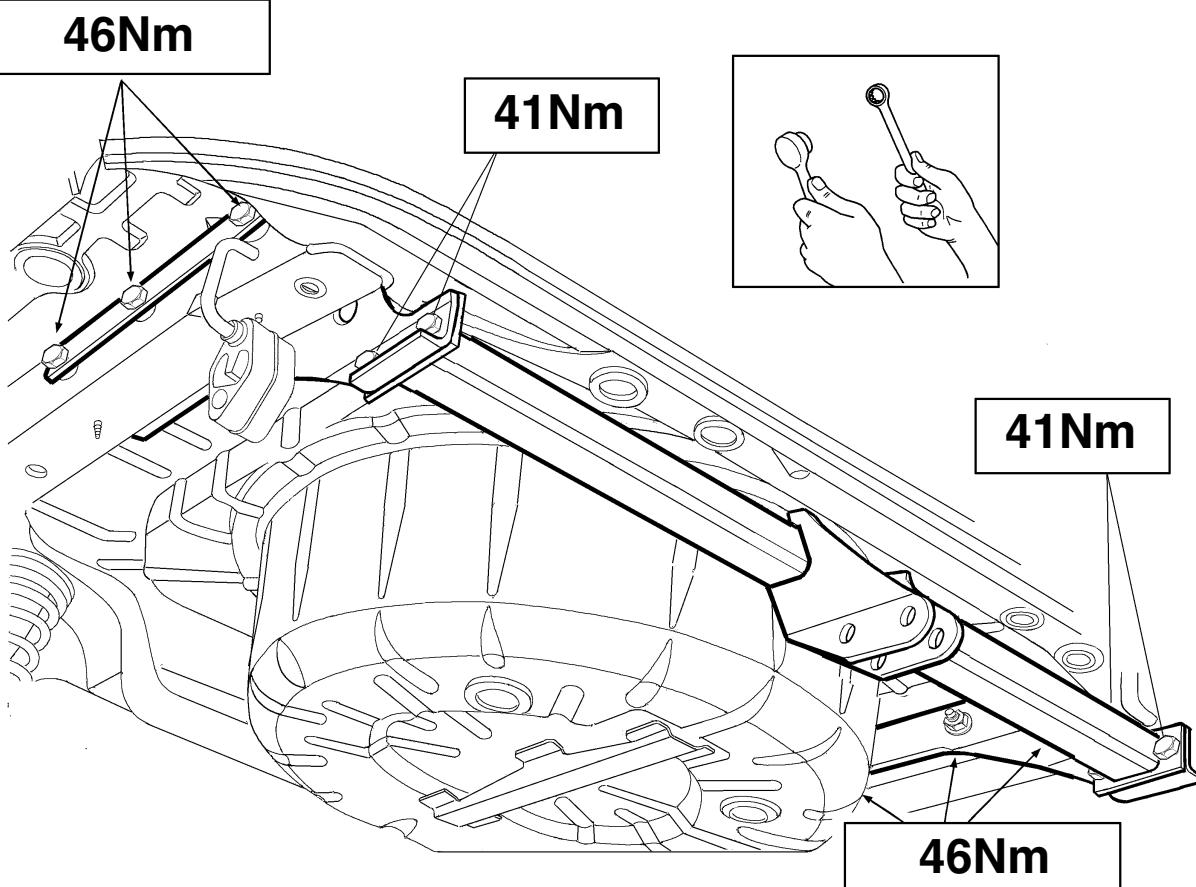
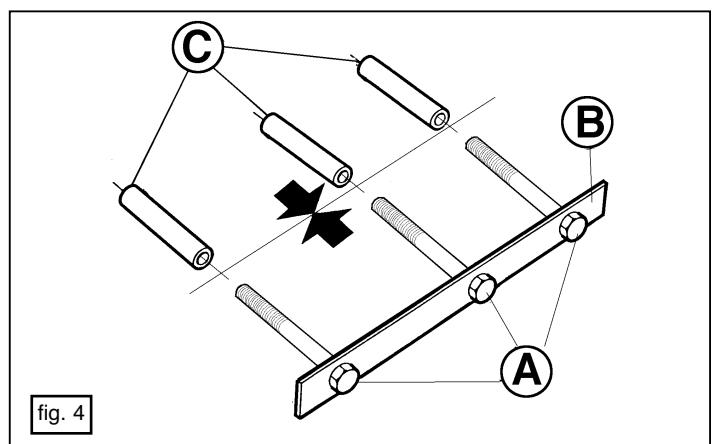

fig. 8
fig. 4
2. Kontraplaten met afstandsbussen en bouten overeenkomstig fig.4 t/m fig.6 aanbrengen. Let er op dat de bouten zich op de juiste plaats bevinden. Plaats de zijplaten overeenkomstig fig.7 tussen de chassisbalken. Plaats de dwarsbalk overeenkomstig fig.7a tussen de zijplaten. Breng de moeren overeenkomstig fig.7 aan en draai ze met het in de fig.8 getoonde moment vast.
2. Fit the backplates with spacers and bolts as shown in figs 4 to 6. Make sure the bolts are correctly positioned. Position the side plates between the chassis members as shown in fig.7. Position the crossbar between the side plates as shown in fig.7a. Position the nuts as shown in fig. 7 and tighten them to the torque indicated in fig.8.
2. Moulter les contre-plaques avec les éntrielises et les bouloons con- formément aux fig. 4 à 6. Veiller à ce que les bouloons se trouvent à la bonne place. Positionner les longerons de l'attelage à l'intérieur des longeons du châssis du véhicule, voir fig. 7. Positionner le corps d'attelle-ge entre les longeons de l'attelage, voir fig. 7a. Fixer les écrous, voir
2. Die Geogenplatten samt Distanzhiusen und Scharabuen gemäß Abb. 4 bis Abb. 6 einschließlich Sandringen. Dabei ist darauf achten, dass sich die Scharabuen an der rechten Seite befinden. Die Setienplatte gemäß Abb. 7 zwischen den Seitenplatten auflegen. Den Querriegel gemäß Abb. 7 anbringen und mit dem in Abb. 8 angeschlagenen Drehmoment festziehen.
fig. 7 et serrer les aux couples indiqués fig. 8.
2. Anbringa motbrickorna med distansbussningar och skruvar enligt fig4 tom fig.6. Se till att skruvarna sitter på rätt plats. Placera sidoplattorna mellan chassits balkar enligt fig.7. Placera dragkroken mellan sidoplattna enligt fig.7a. Anbringa muttrarna enligt fig.7 och momentdrag dem enligt fig.8.
2. Montare le contropiastre con le bussole ed i bulloni, come indicato nelle figure da 4 a 6. Assicurarsi che i bulloni siano posizionati correttamente. Posizionare i pannelli laterali tra i montanti del telaio, come indicato in fig. 7. Posizionare la traversa tra i pannelli laterali, come indicato in fig. 7a. Applicare i dadi, come indicato in fig. 7 e serrarli alla coppia di serraggio indicata in fig. 8.